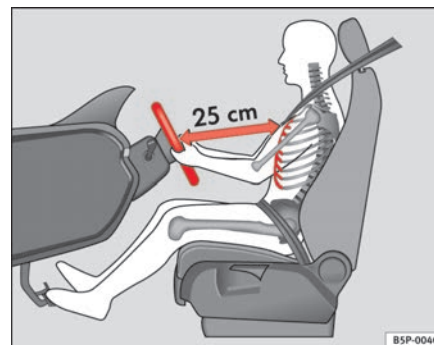

Abb. 133 Die richtige Sitzposition des Fahrers
- Stellen Sie das Lenkrad so ein, bis die gewünschte Einstellung erreicht ist $\Rightarrow$ Abb. 133.
- Stellen Sie den Fahrersitz oder das Lenkrad so ein, dass der Abstand zwischen Lenkrad und Brustbein mindestens 25 cm beträgt → Seite 164, Abb. 133. Wenn Sie den Mindestabstand nicht einhalten, kann Sie das Airbag-System nicht schützen – Lebensgefahr!